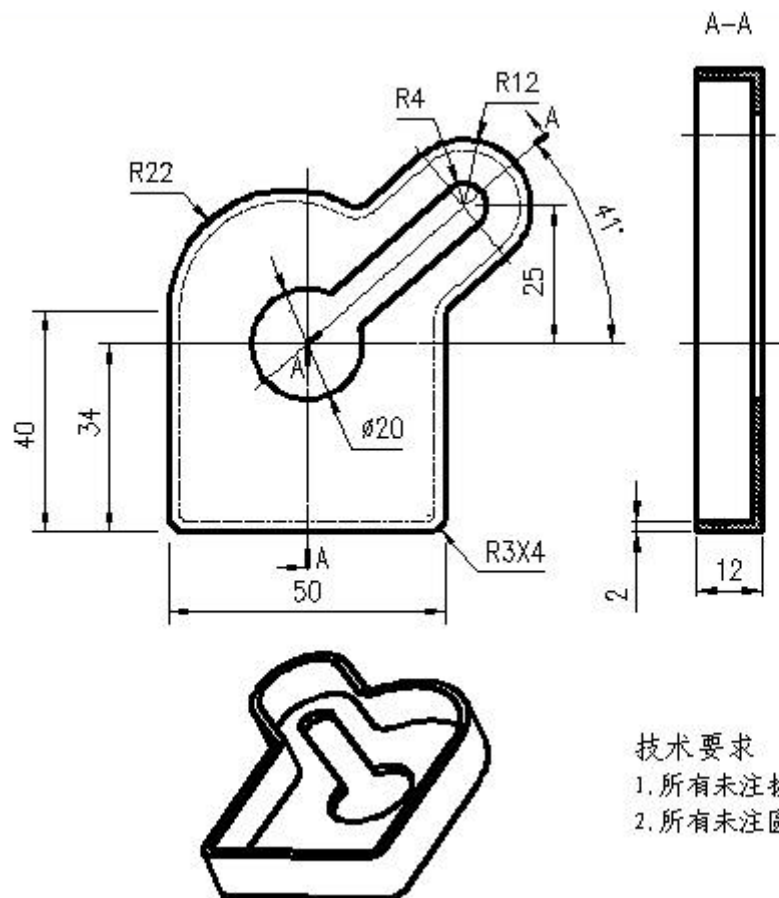

图 2-1 盒盖
按照图2-1的要求，进行盒子塑件造型及注射模具型腔、型芯零件设计。
- (1) 在F盘下建立考生文件夹，文件夹名称为考生准考证号，塑件三维造型及型腔、型芯设计所完成后的文件都存于此文件夹中。
- (2) 根据图2-1对该塑件进行三维造型设计，文件名称为3DSJ。
- (3) 完成该塑件的注射模具型腔、型芯零件设计，一模两穴。
- (4) 分模文件名称为SJFM，型腔（cavity）和型芯(core)。